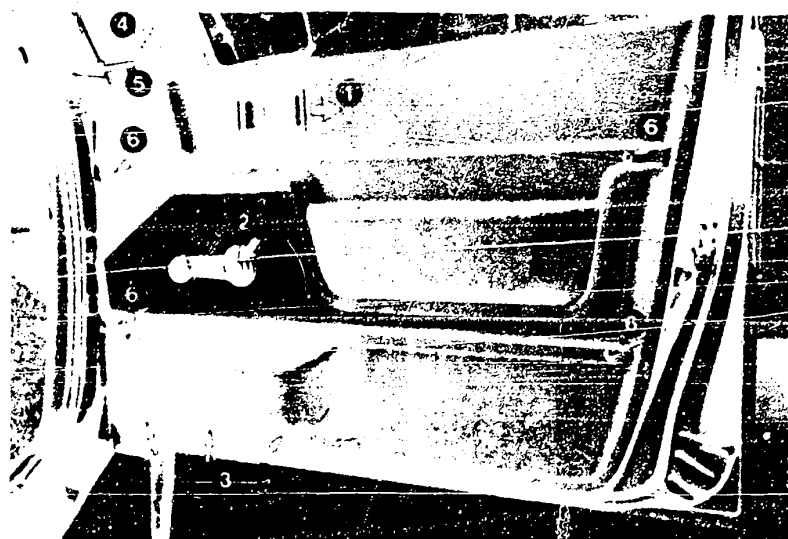

Bild 47 Das Ausgarnieren der Vordertüre erfolgt am einfachsten in der gezeigten Reihenfolge.
a) Die **Lautsprecher** lassen sich an der Seitenwand im Fussraum, in den beiden Vordertüren und (oder) in der Hutablage einbauen; Aussparungen sind bereits vorgestanzt. Die Lautsprecherkabel sind ab Werk von der Mittelkonsole aus in die Vordertüren eingezogen. Das Ausgarnieren der Türen ist in Bild 47 der Reihe nach beschriftet: 1) Abdeckung der Türfalle nach hinten schieben und ausfahren – 2) Schraube von Fensterkurbel lösen – 3) Die drei Schrauben vom Ablagefach lösen (zwei kurze und eine lange) – 4) Verstellhebel des Aussenspiegels abschrauben – 5) Abdeckung abdrücken – 6) Vier Schrauben lösen, Verkleidung von der Türe trennen und nach oben ausfahren.